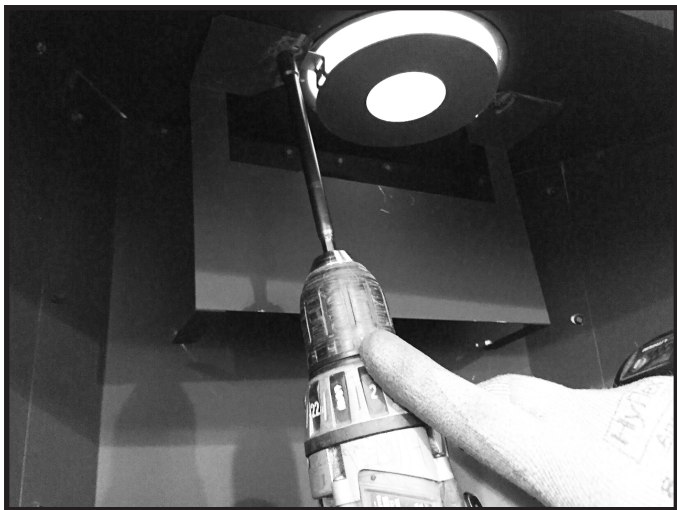

Figure 4.15 Course verticale de 12 à 30 pi
- Le déflecteur du conduit d'évacuation supérieur sera retourné pour une installation sous le dessus de la boîte à feu pour les courses d'évacuation verticales de 12 à 30 pieds. Voir la Figure 4.15